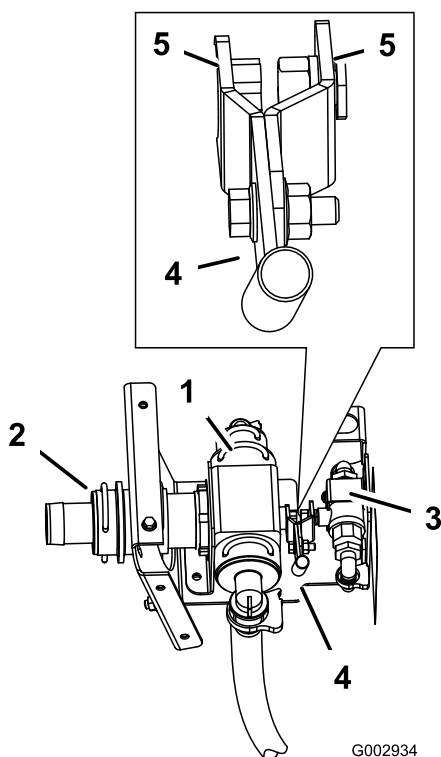

Bild 16
3. Nehmen Sie die gezahnte Armatur und die Halterung vom Steuerventil ab (Bild 16).
2. Schließen Sie das Ende des Hebels an das kleine Kugelventil am Steuerventil an (Bild 16).